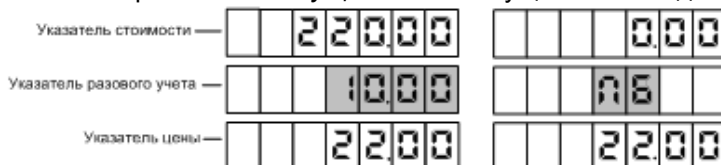

Рисунок 7
7.2 Для выдачи топлива необходимо задать дозу с системы управления. Когда устройство будет готово к отпуску топлива, в средней строке табло мигающими символами отобразится величина *заданной* дозы, а в случае отпуска "до полного бака" – символы "ПБ" (рисунок 7). Это дает клиенту удобный способ определить, когда можно начать заправку, а также убедиться, что задано именно то количество топлива, которое он заказывал. Для запуска налива необходимо снять раздаточный кран или подать команду "Пуск" с системы управления, после чего значения стоимости и объема на табло обнуляются. С этих пор на табло отображается *отпущенная* на текущий момент доза.